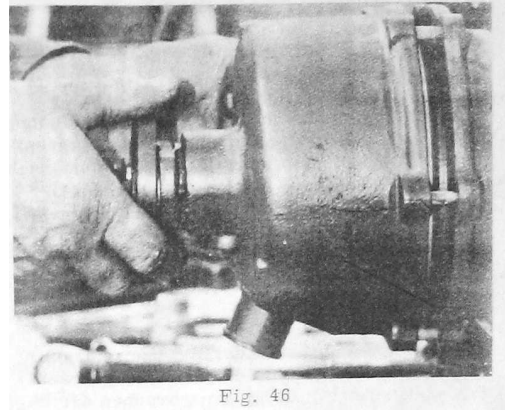

Fig. 46
5. Kupplungsgehäuse montieren (Fig. 46).
5. Mount clutch housing (Fig. 46).